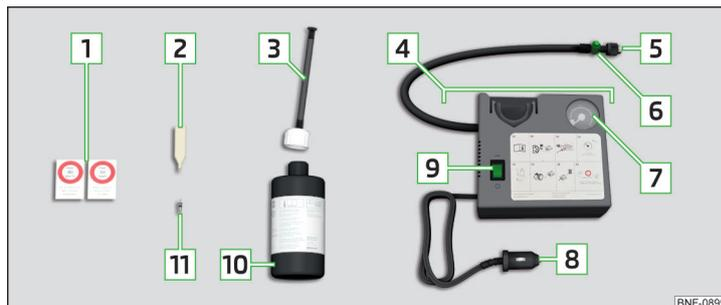

Fig. 244 Descripción del kit de averías
- › Introducir el atornillador de inserto de válvula **2** » **fig. 244 de la pág. 222** sobre el inserto de válvula de la manera que el inserto de válvula cabe en la ranura del atornillador de inserto de válvula.
- › Enrosque fija la manguera de llenado del neumático **5** » **fig. 244 de la pág. 222** sobre la válvula del neumático.